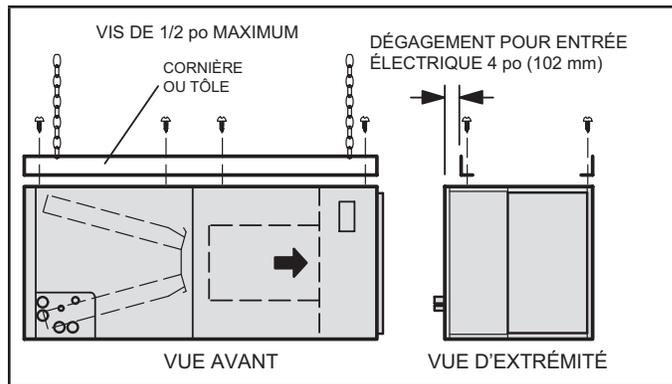

FIGURE 3. Suspension d'une unité horizontale
- 4 - Si l'unité est suspendue, elle doit être supportée sur toute sa longueur. Lorsqu'une chaîne ou une bande métallique est utilisée, fixez un morceau de cornière ou de tôle sur l'unité (au-dessus ou en dessous) de manière à ce que toute la longueur de l'unité soit supportée. Utilisez des vis de 1/2 po de long maximum de manière à ne pas endommager le serpentin ou le filtre comme illustré à la figure 3. Connectez les plénums d'alimentation et de retour d'air à l'aide de vis à tôle.
- 14 - Si l'unité est suspendue, elle doit être supportée sur toute sa longueur. Lorsqu'une chaîne ou une bande métallique est utilisée, fixer un morceau de cornière ou de tôle sur l'unité (au-dessus ou en dessous) de manière à ce que toute la longueur de l'unité soit supportée. Utilisez des vis de 1/2 po de long maximum de manière à ne pas endommager le serpentin ou le filtre comme illustré à la figure 3, page 5. Connectez les plénums d'alimentation et de retour d'air à l'aide de vis à tôle.